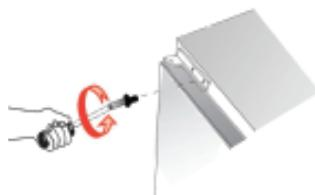

fig. 5
11. Fixer la charnière supérieure afin que l'axe de la charnière soit alignée avec le trou correspondant de l'équerre de la porte supérieure. \* (fig. 5).